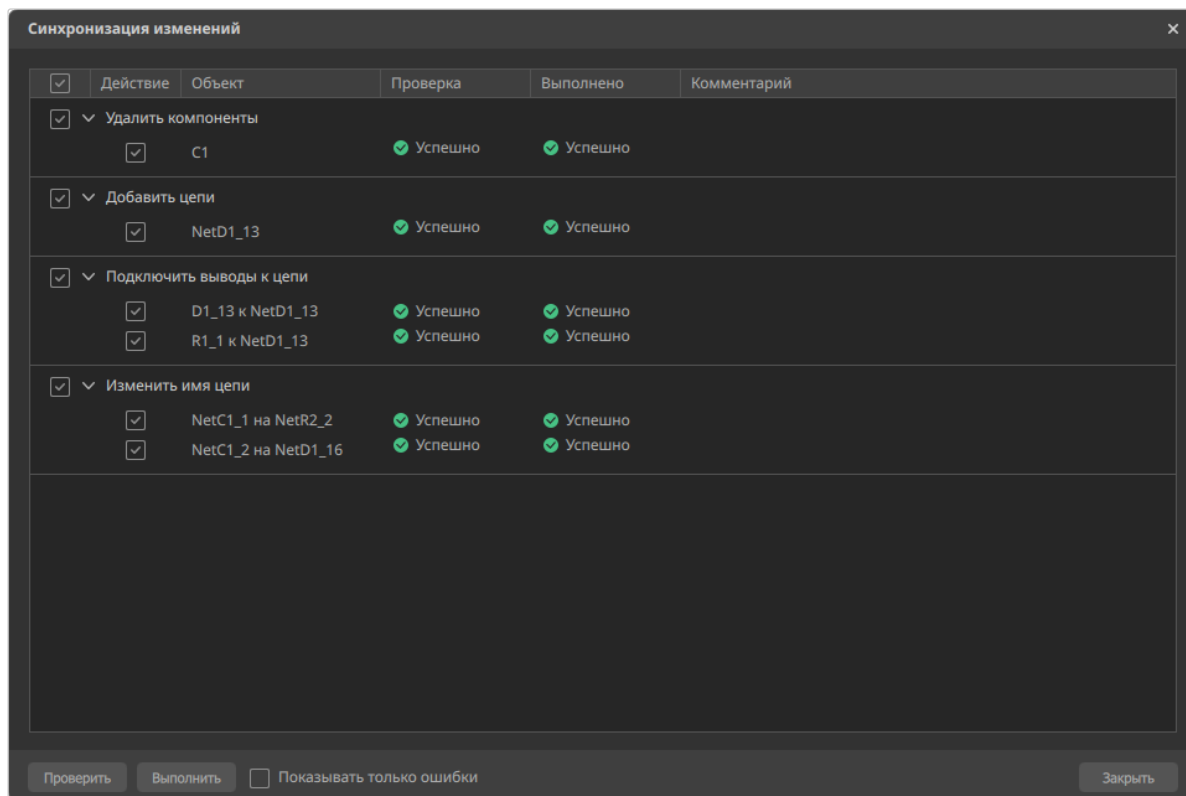

Рисунок 96. Статус выполнения в окне «Синхронизация изменений»
- б) После исправления всех ошибок нажать на кнопку «Выполнить». В столбце «Выполнено» отобразится состояние всех отмеченных действий (см. рисунок 96).